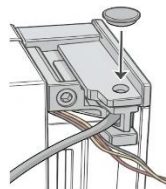

Fig 4
4. Torna alla cerniera superiore. Sostieni il peso della porta di vetro con una mano così non cade. Usa il tuo utensile per svitare o premere il meccanismo del perno della cerniera superiore per liberare il punto di rotazione superiore della porta. (Fig. 4)
6. Estrarre con attenzione il cablaggio interno dallo slot dell'angolo superiore sul lato nuovo. Infilare correttamente questi fili attraverso il canale nella staffa della cerniera superiore prima di montarlo. Allinea la staffa superiore della cerniera al telaio, assicurandoti che i fili rimangano chiari e non stretti. Stringi a mano la prima vite per tenerla ferma. (Fig. 4)
4. Torna nell'angolo superiore dell'armadietto. Inserisci la chiave esagonale/Allen nel foro superiore della vite del perno della cerniera. Ruotalo in senso orario per stringere completamente il perno, assicurandoti che la parte superiore della porta sia stabile. Trova il piccolo tappo di plastica con copertura. Premi il tappo direttamente nel foro superiore della vite sopra il perno della cerniera appena stretto per nascondere l'hardware e completare l'assemblaggio. (Fig. 4)